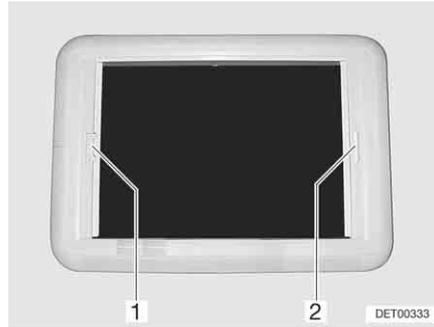

Fig. 73 Claraboya Heki, bloqueo de la persiana
- Tirar del tirador (Fig. 73,2) de la persiana oscurecedora enrollable hacia el asidero opuesto de la mosquitera enrollable (Fig. 73,1) y hacerlos engatillar.
- Con la otra mano, presionar el listón de desbloqueo en el tirador de la mosquitera enrollable (Fig. 73,1), en dirección al tirador. Se suelta el bloqueo.
- Tirar del asidero (Fig. 73,1) de la mosquitera enrollable hacia el asidero opuesto de la persiana oscurecedora (Fig. 73,2) y hacerlos engatillar.
- Sujetar la mosquitera enrollable (Fig. 73,1) por el tirador y empujar el listón de desbloqueo en dirección del asidero. Se suelta el bloqueo.